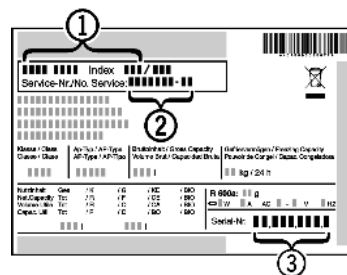

Fig. 8
- ▶ 读取铭牌上的设备名称 Fig. 8 (1)、服务号 Fig. 8 (2) 和序列号 Fig. 8 (3)。铭牌位于设备内左侧。
- ▶ 通知客户服务部，并告知设备名称 Fig. 8 (1)、服务号 Fig. 8 (2) 和序列号 Fig. 8 (3)。